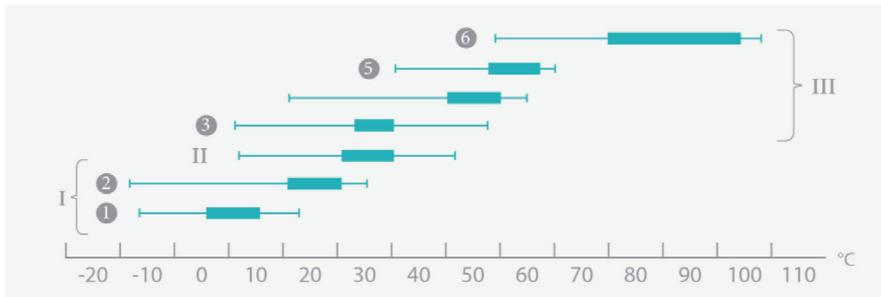

Abb. 3 Temperaturgrenzwerte und optimale Wachstumszonen für Prokaryoten und ihre Klassifizierung.
- 7.1. Temperaturverteilungsdaten (psychrophile, mesophile, thermophile). Die für Mikroorganismen optimalen Wachstumstemperaturen lassen sich in drei Hauptgruppen unterteilen (siehe Abb. 3):